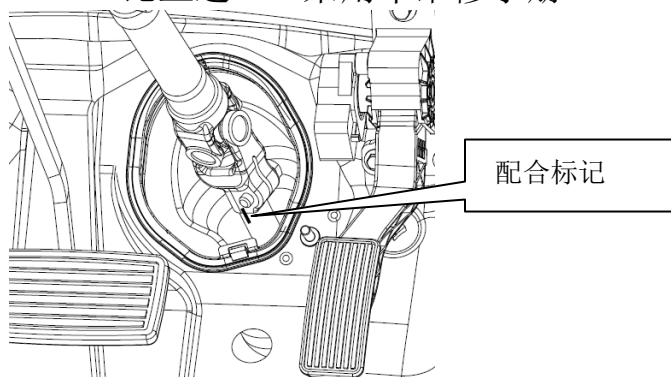

图4-8
① 在中间轴下端与转向器输入轴配合处做好配合标记，如图 4-8 所示。
② 此时可以套上转向盘转动，使螺栓处于方便操作的位置，松开螺栓，拔出中间轴。